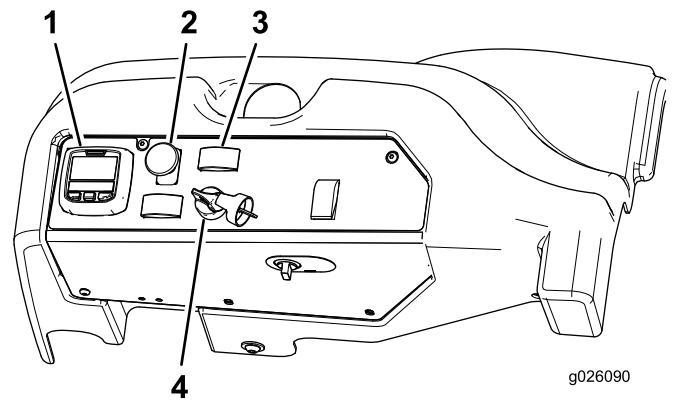

Figura 12
4. Mueva el interruptor de la toma de fuerza (TDF) a la posición de Desengranado (Figura 12).